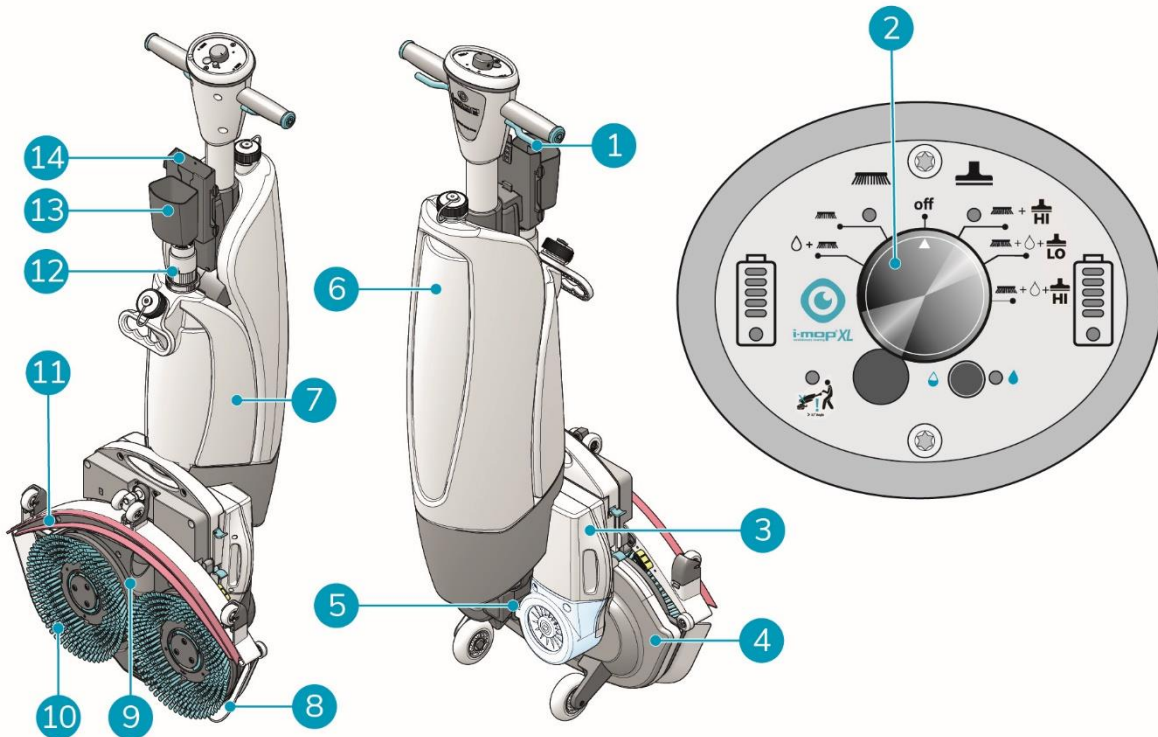

Figura 5
- Ahora la plataforma de fregado puede levantarse lentamente hasta que quede vertical sobre las ruedas delanteras (Figura 5, pos 4). Guíe el cuerpo hacia la plataforma de fregado hasta que encaje en posición de reposo.